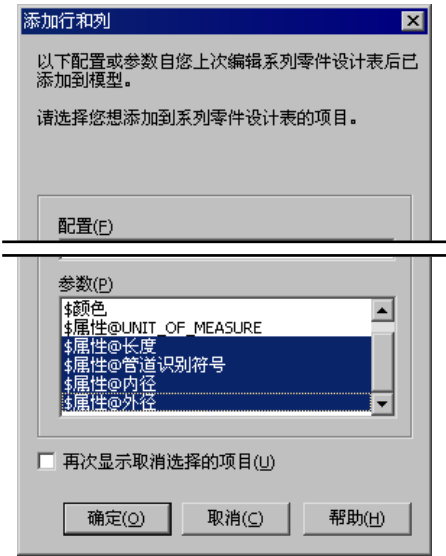

图 11.4.8 “添加行和列”对话框
Step3. 编辑表格。单击设计树顶部的  按钮，在弹出的设计树中右击  **表格** 节点下的  **系列零件设计表**，在系统弹出的快捷菜单中选择 **编辑表格(E)** 命令，此时系统弹出图 11.4.8 所示的“添加行和列”对话框，在 **参数(P)** 列表框中选择图 11.4.8 所示的选项，单击 **确定(O)** 按钮。